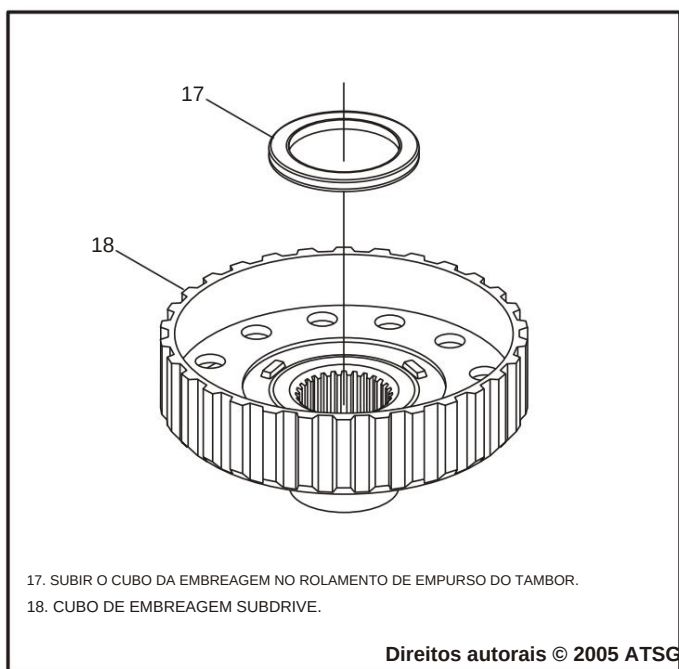

Figura 121
2. Instale o rolamento axial número 2 no cubo da embreagem underdrive, na direção mostrada na Figura 121, e retenha com uma pequena quantidade de Trans-Jel®.